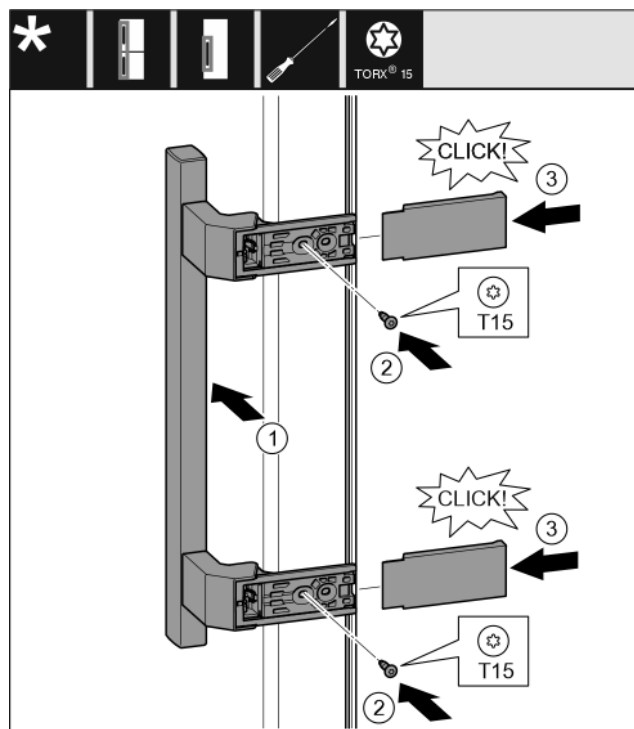

Fig. 16
- ▶ Установите ручку на противоположной стороне. Fig. 16 (1)
- ▶ Затяните винты отверткой T15. Fig. 16 (2)
- ▶ Установите крышки сбоку и надвиньте их. Fig. 16 (3)